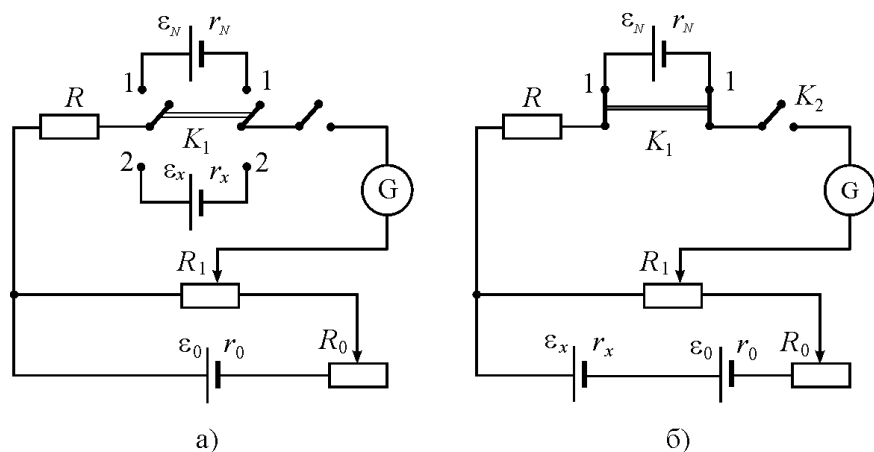

Рисунок 2 – а) Принципова схема установки для визначення ЕРС джерела; б) схема для визначення внутрішнього опору джерела
Для визначення внутрішнього опору  $r_x$  (див. рисунок 2б) Невідоме джерело підключається за допомогою тумблера (9) послідовно в гілку зовнішнього джерела  $\varepsilon_0$ . Методика визначення  $r_x$  наступна. Для схеми, наведеної на рисунку 2б, еталонне джерело компенсується для двох значень баластного опору  $R_0$ : 1)  $R_0 = R_{00} = 0$  та 2)  $R_0 = R_{01} = 0,5$  Ом. При цьому положення бігунка реохорда будуть мати значення відповідно  $l_0$  та  $l_1$ . Струми в обох випадках будуть визначатися як